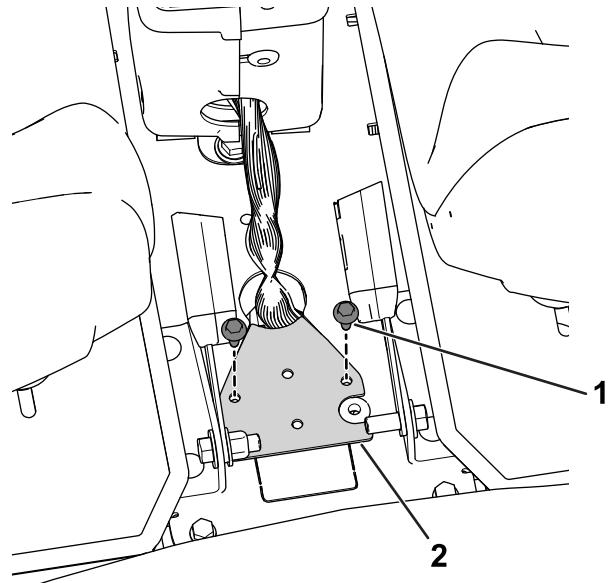

图 29
1. 松开并卸下线束基座上的螺栓然后将线束基座从控制台上取下 图 29。